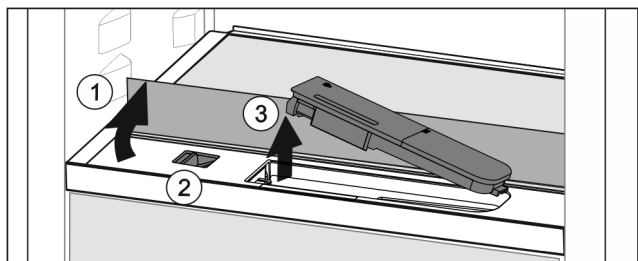

Fig. 164
- Nadvihnite sklenenú dosku a až na doraz ju sklopte dozadu Fig. 164 (1).
- Potlačte posúvač Fig. 164 (2) doľava.
- Vyberte nádržku na vodu Fig. 164 (3).